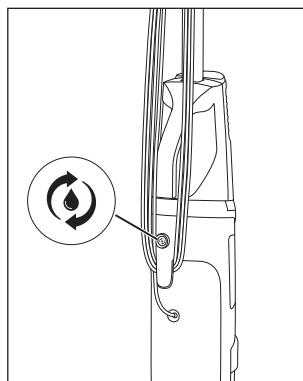

Fig. 32
- ◆ Apăsați comutatorul de autocurățare **19** (a se vedea fig. 32).